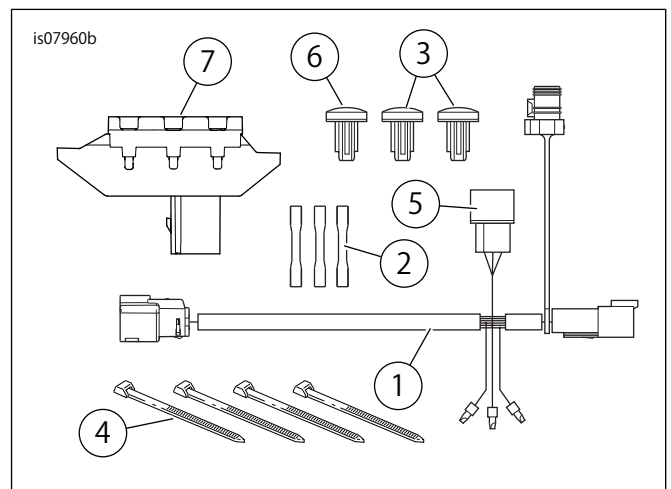

図3。交換用パーツ、電気系統接続ハーネス
「図3」および「表3」を参照してください。
- ブロックオフパネルを取り外します。サービスマニュアルを参照してください。「図3」を参照してください。スイッチパネル(7)およびスイッチ(3)と(6)を、「ACC」スイッチを中央と右側に配置して取り付けます。
「図3」を参照してください。リレー(5)はターミナルを下側にして配置する必要があります。